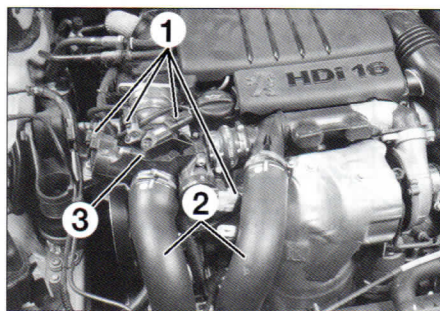

FIG. 5
- Sacar los conectores (1) (fig. 5).
- los 2 manguitos (2).
- el dosificador (3)